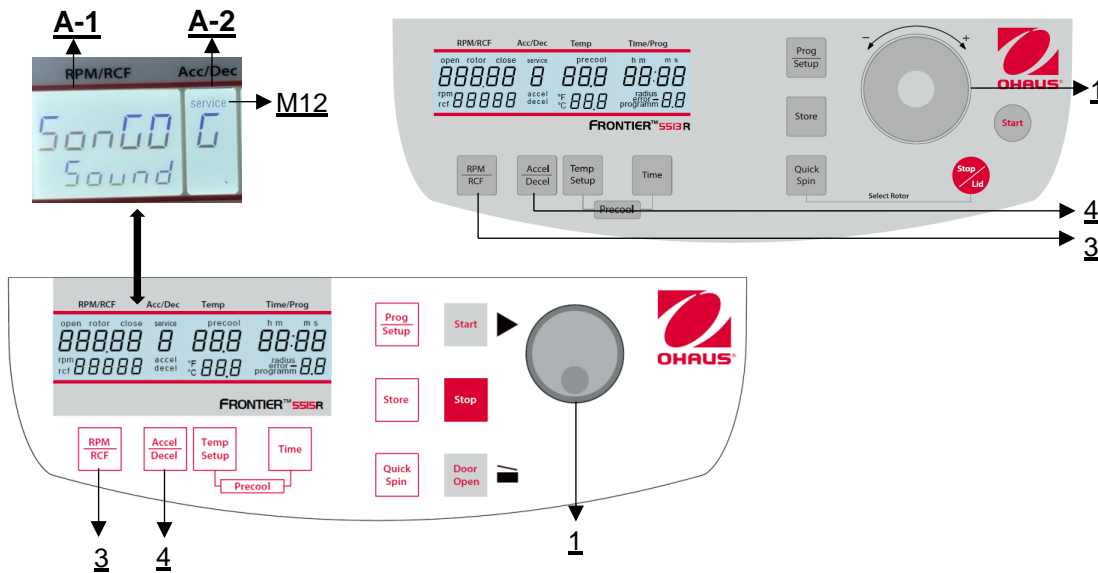

Figura 29
Procedere come descritto al punto 4.1.1 per entrare in questa modalità di programma e poi premere il tasto **"Accel/Decel"** (4). Nel display **"Acc/Dec"** (A-2) lampeggia la parola **"Service"** (M12). Selezionare ora la lettera **"G"** con il bottone di regolazione / rotella (1). Di conseguenza, nel display **"RPM | RCF"** (A-1) appare la scritta **"SonGo/Sound"**. Dopo aver premuto il tasto **"RPM | RCF"** (3), è possibile selezionare un brano con la manopola di regolazione/rotellina (1) (**vedere Figura 29**).